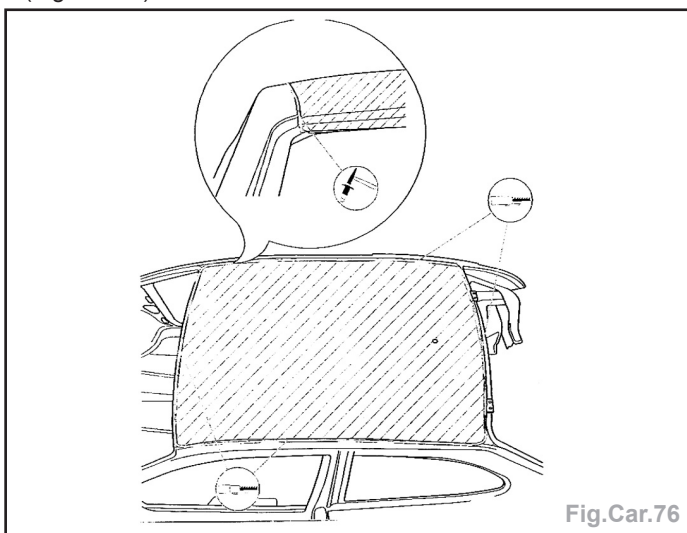

Fig.Car.76
- Découper le contour du pavillon à l'aide d'une scie alternative (Fig.Car.76).